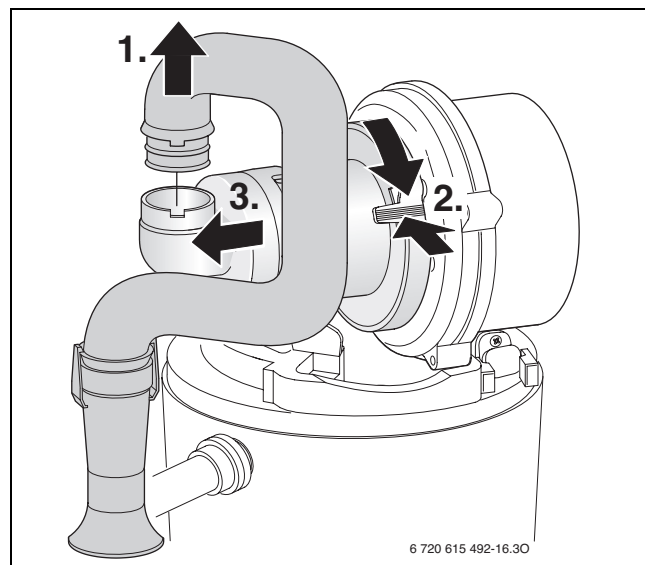
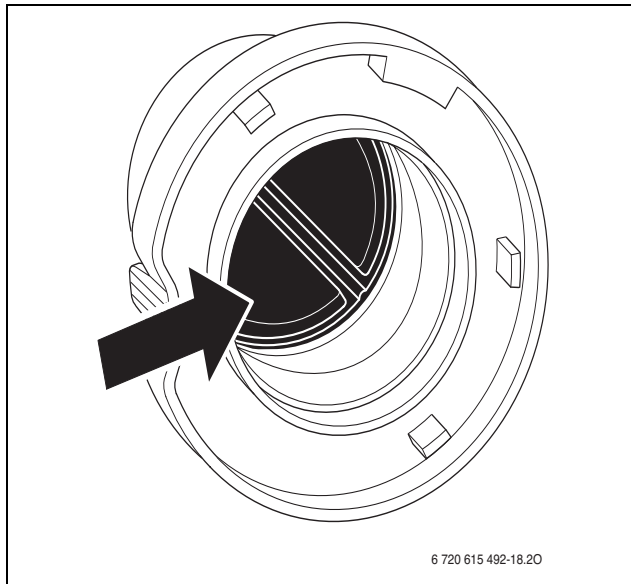

Fig. 43
Fig. 50
- Démonter le mélangeur (fig. 50, [1]) comme indiqué sur la figure 43, pag. 43.